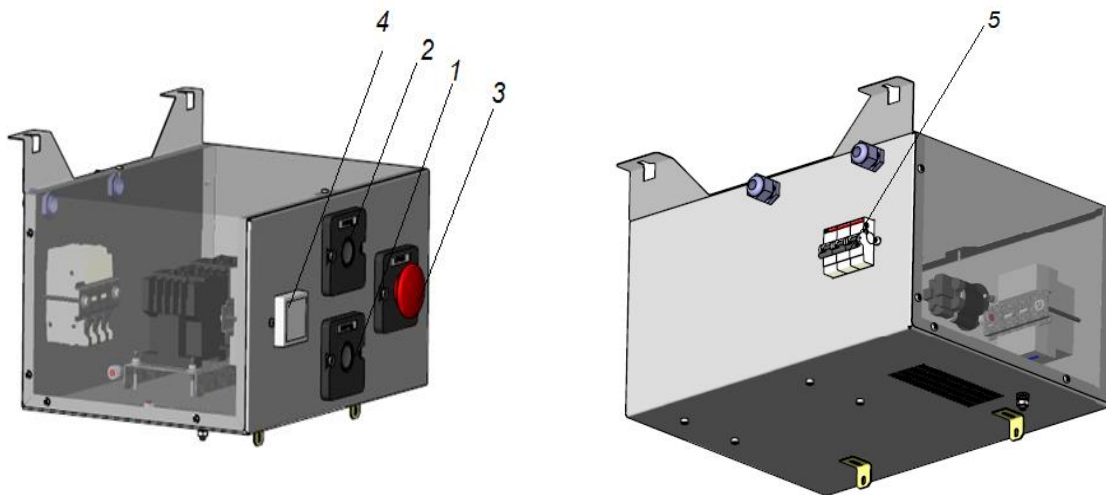

Рисунок 2 – Пульт управління
- 5.5 На панелі управління (див. рис.2) ввімкніть обертання барабану. Барабан може обертатися за та проти часової стрілки. При запуску обертання автоматично вмикається таймер, який починає відраховувати час роботи барабану.